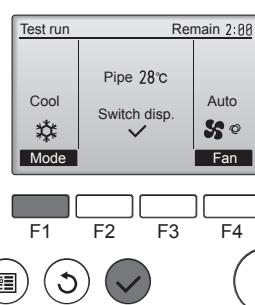

Fig. 7-3
- ① Trykk på [F1] for å endre driftsmodus. (Fig. 7-3)